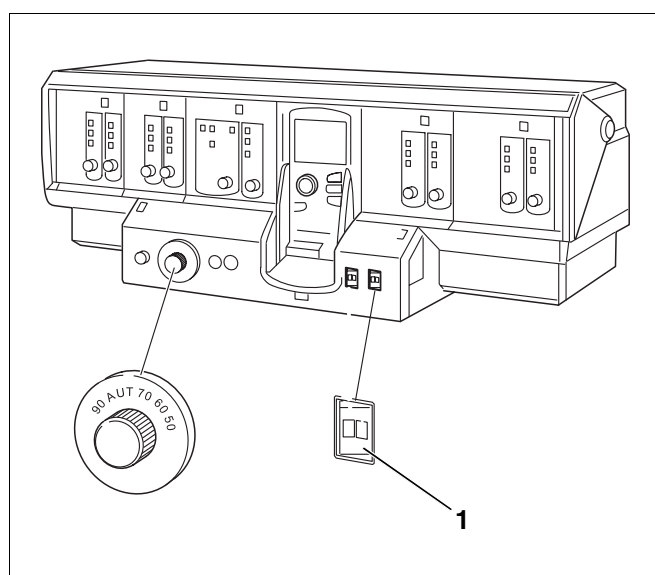

Fig. 49 Eksempel Logamatic 4311
- Sett driftsbryteren (fig. 49, **pos. 1**) på kontrollpanelet i stillingen „0“.